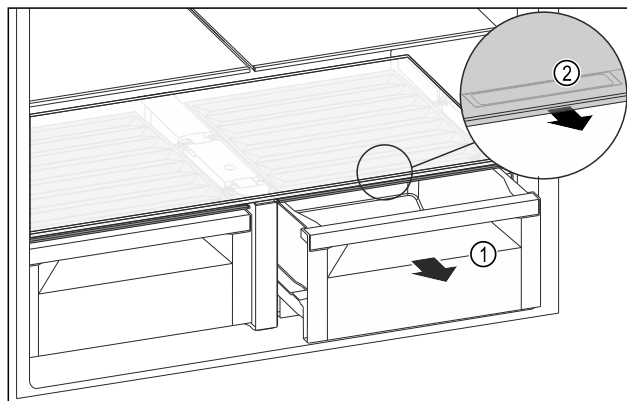

Fig. 104
- Витягніть висувний ящик Fig. 104 (1).
- Візьміться за потайну ручку Fig. 104 (2) на кришці відділення й одночасно потягніть кришку відділення вперед.